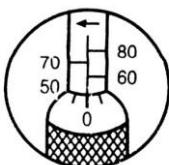

FIG1 50Nm
- 3) Verriegeln Sie den Griff, indem Sie die Feststellmutter im Uhrzeigersinn drehen. Der Schlüssel ist nun auf 56 Nm eingestellt und einsatzbereit. Siehe Abbildung 1 und 2.